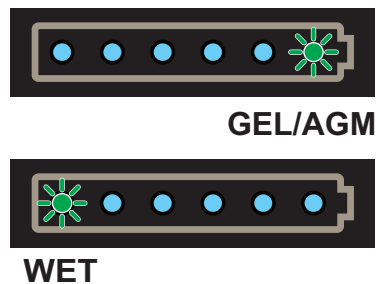

Рис. 2
10. (при наличии) Поверните ключ зажигания (41) в положение «I». Для запуска машины нажмите и удерживайте главную кнопку (42). Для определения текущих настроек обратитесь внимание на индикатор аккумулятора, мигающий в первые секунды включения (см. Рисунок 2):
11. Если настройки требуется изменить нажмите и удерживайте кнопку (44) в течение 3 секунд.
12. В течение 3 секунд задайте новые настройки, используя кнопку (44).